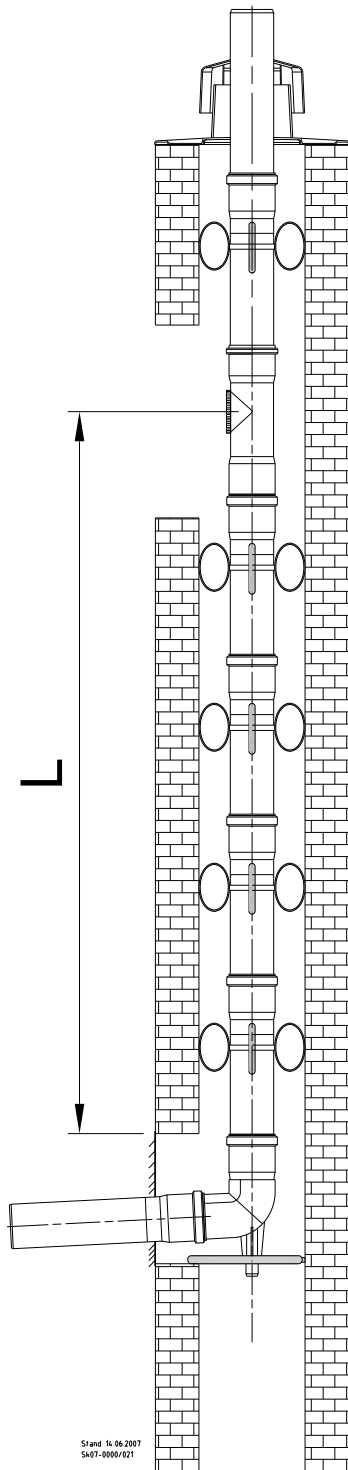

Abb. 24: Kaminsystem, starr, zur Ermittlung von Abstandsmaß L
- ➔ Ermitteln Sie das Maß L (s. Abb. 24) zwischen Stützbogen und Revisionsstück.